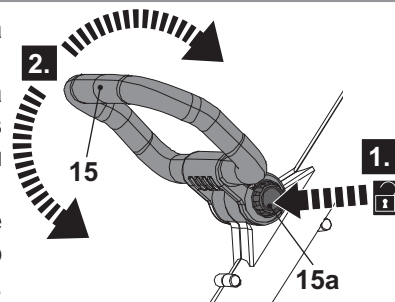

Fig. 6
1. Pressione o botão de bloqueio (15a) para baixo e mantenha-o em posição, depois rode o punho auxiliar (15) para cima ou para baixo, para ajustar o ângulo (Fig. 6).
2. Liberte o botão de bloqueio (15a) e continue a balançar suavemente o punho auxiliar (15) até encaixar em posição. Assegure que o sistema dentado bloqueia em posição.